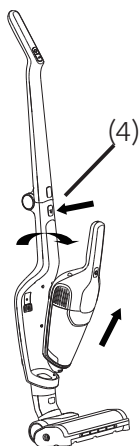

Fig. 4-2a
Tryk på udløserknappen på underenheden (4) (se fig. 4-2a), tag fat i håndtaget på underenheden for at fjerne i pilens retning. Tryk derefter på tænd/sluk-knappen på underenheden (5) (se fig. 4-2b), hvorefter underenheden starter. Tryk på tænd/sluk-knappen (5) igen for at få stoppe apparatet.